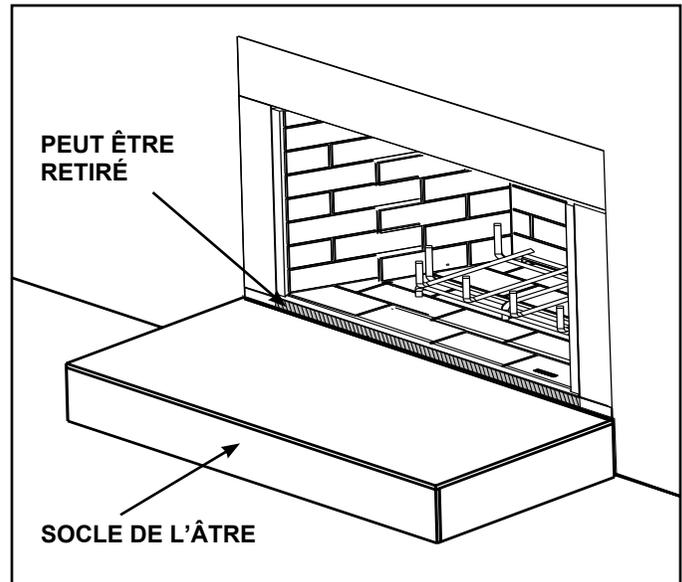

Figure 3.7 Foyer à combustible solide
- Il est possible d'enlever un bord métallique qui dépasse le socle de l'âtre de la boîte à feu à combustible solide. Voir la figure 3.7.